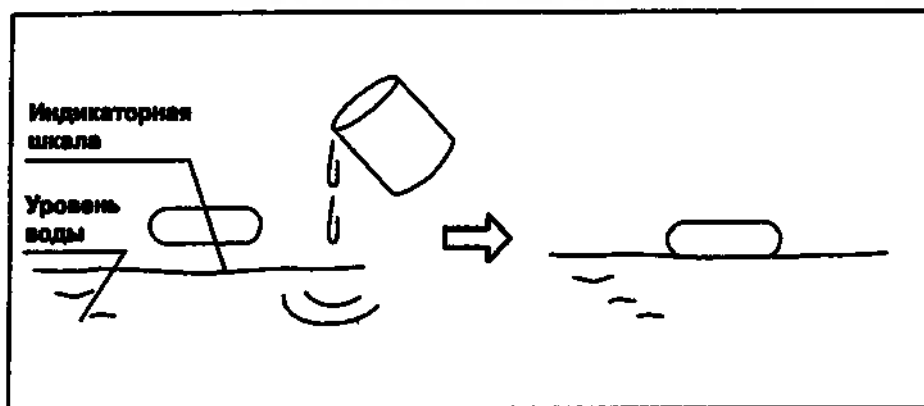

Рис. 4.28
1. Используя стакан, добавьте или вычерпните воду из моечной ванны для того, чтобы уровень воды появился в пределах индикаторной шкалы, в которой отмечено максимальное отклонение уровня воды от нужного диапазона (см. рис. 4.28).